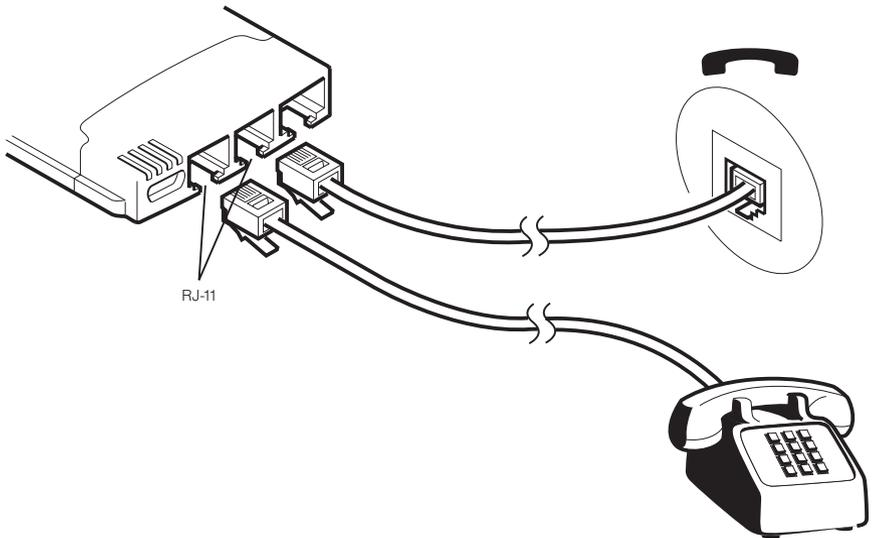

Abbildung 4. Zugelassenes Telefon anschließen (RJ-11)
1. Stecken Sie einen zweiten RJ-11-Stecker wie in Abb. 4 gezeigt in die andere Anschlußbuchse am EtherJet CardBus Ready Port Adapter mit Modem.